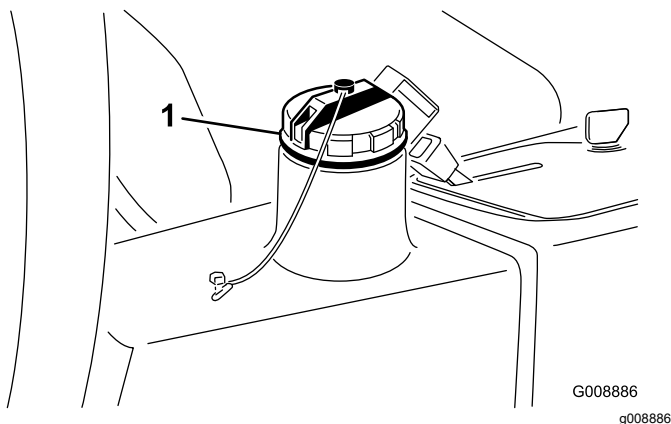

Figura 77
5. Encha o reservatório (Figura 77) com fluido hidráulico; consulte Verificação do nível do fluido hidráulico \(página 53\).